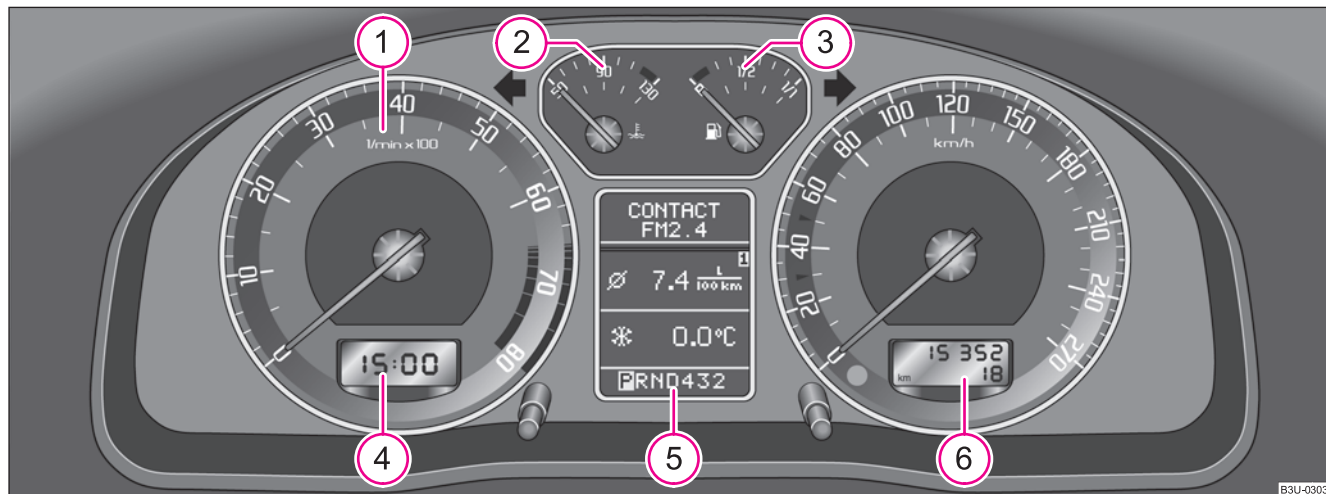

Fig. 2 Cuadro de instrumentos
El comienzo de la zona roja en el cuentarrevoluciones ① ⇒ página 13, fig. 2 marca el número de revoluciones máximo admitido para todas las marchas del motor rodado y a temperatura de servicio. Antes de alcanzar esta zona, Vd. debería cambiar a la marcha inmediatamente superior o elegir la posición **D** de la palanca selectora del cambio automático.
El indicador de la temperatura del líquido refrigerante ② ⇒ página 13, fig. 2 funciona sólo con el encendido conectado.
El indicador del nivel de combustible ③ ⇒ página 13, fig. 2 funciona sólo con el encendido conectado.
El indicador multifunción aparece, según el equipamiento del vehículo, en el display del cuentarrevoluciones ⇒ página 13, fig. 2 o en el display de información ⇒ fig. 6.